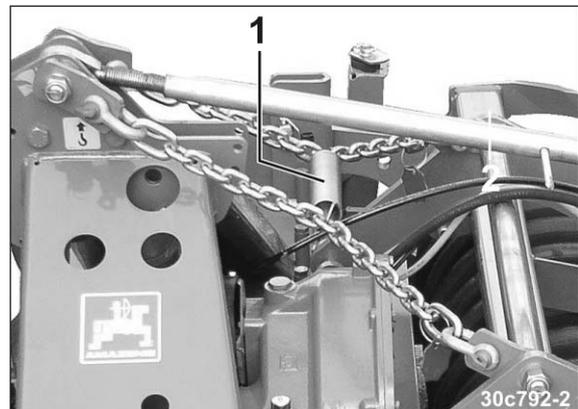

Fig. 38
6. Accrochez le ressort de traction (Fig. 38/1) aux deux chaînes. A l'état détendu, les chaînes ne doivent pas toucher le haut de l'outil de préparation du sol.